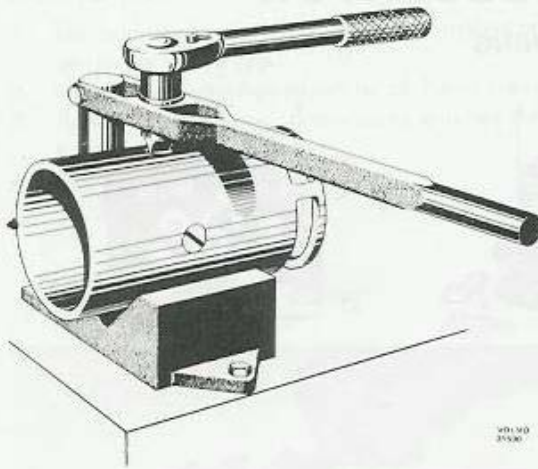

Bild 3-13. Demontering av fältledning
1. Är generatoren ej isärtagen förfares enligt rubriken "Isärtagning". Placera generatorhuset i ett V-block enligt bild 3-13. Tryck nedåt samtidigt som mejseln vrides. Skruvarna sitter som regel ganska hårt. Se därför till att mejseln passar väl i spåret på skruven och har erforderlig bredd.